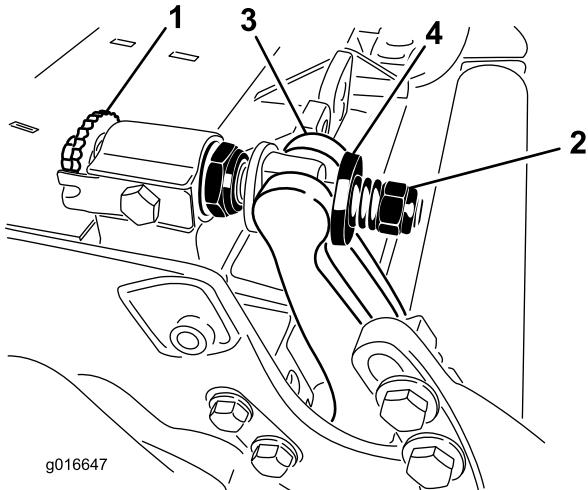

図 33
- ベッド・バー調整ネジ（図 33）を左に回してベッドナイフとリールの接触をなくす。
- スプリング・テンション・ナットをゆるめて、ワッシャーがベッドバーを全く押さないようにする（図 33）。
- カッティングユニットのセンターフレームのブッシュ挿入場所にネバーシーズを塗布する(図33)。